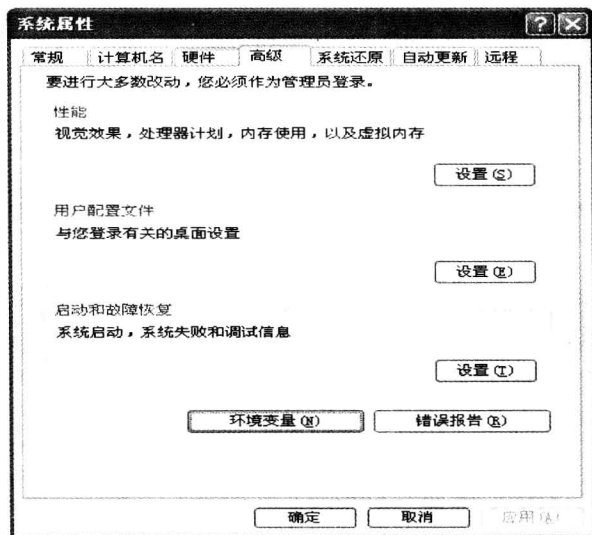

图 1.2 “系统属性”对话框
① 右击“我的电脑”图标,选择“属性”命令,打开“系统属性”对话框,如图 1.2 所示。